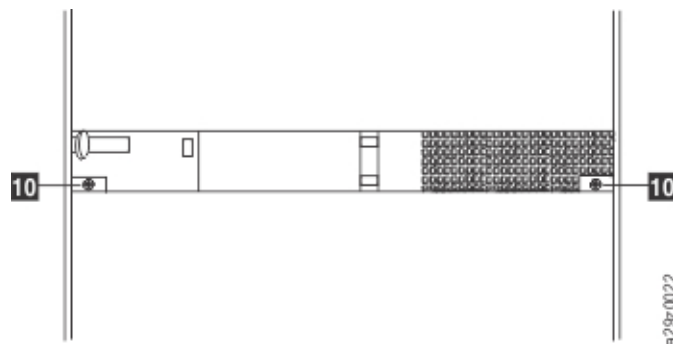

Figure 16. Fixation de l'arrière de la bandothèque à l'armoire
9. Fixez l'arrière de la bandothèque à l'armoire avec une vis à tête bombée **10** sur chaque support arrière (Figure 16, à la page 28). Serrez les autres vis des supports arrière pour fixer la bandothèque à l'armoire.